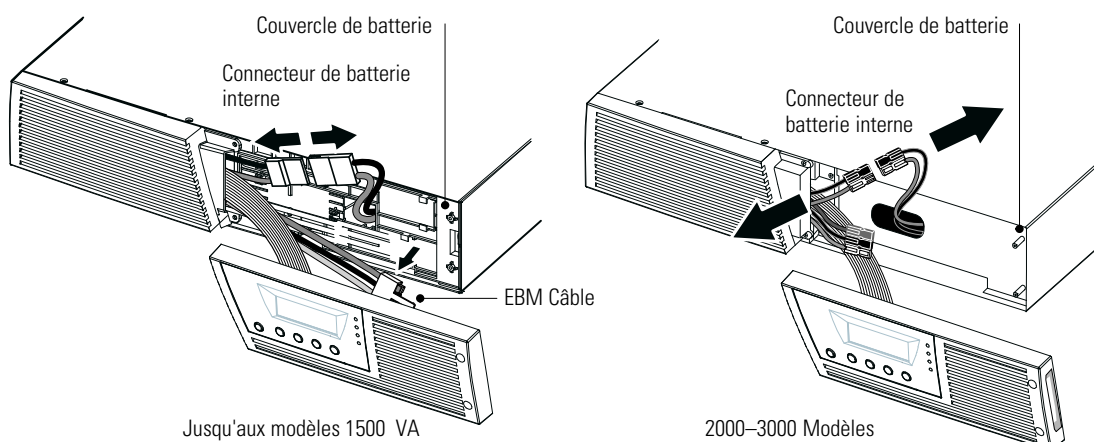
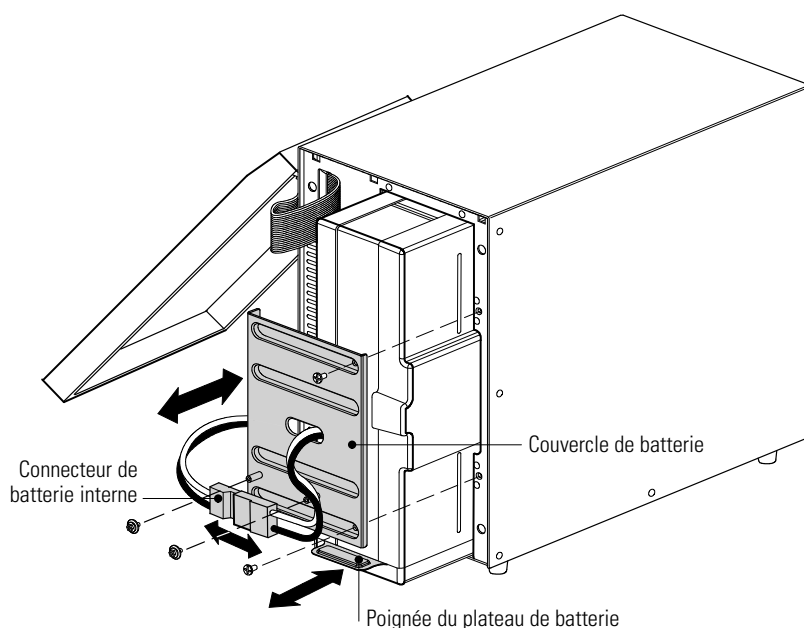

Figure 24. Déconnexion des batteries internes de l'onduleur (montrées sans EBM)
Figure 26. Remplacement des batteries internes de l'onduleur
REMARQUE Si l'onduleur doit être transporté, vérifiez qu'il est débranché et arrêté avant de déconnecter le connecteur interne de la batterie (voir Figure 24 à la page 46 pour les modèles pour baie ou Figure 26 à la page 48 pour des modèles type tour).
2. Débranchez le connecteur interne de la batterie (voir Figure 24).
3. **Jusqu'aux modèles 1500 VA seulement.** Si le EBM câble n'est pas connecté à l'EBM, décrochez le EBM câble et déplacez-le à gauche à l'écart (voir Figure 24).
4. Saisissez un bord du couvercle de batterie et tirez-le en avant tout doucement. Retirez et maintenez le couvercle de batterie. Voir Figure 24 pour l'emplacement du couvercle de batterie.
9. **Jusqu'aux modèles 1500 VA seulement.** Si le EBM câble n'est pas connecté à l'EBM, accrochez-le de nouveau EBM dans son support du couvercle de batterie (voir Figure 24).
2. Retirez et tenez les deux vis qui retiennent le connecteur de batterie interne. Connexion du connecteur de la batterie interne. Voir Figure 26.